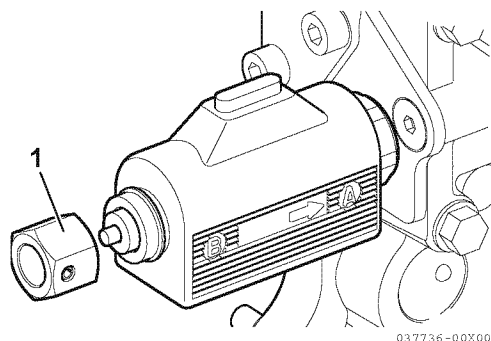

Figura 9
2. Girare il dado di emergenza (1, **Figura 9**) e avvitarlo sulla valvola elettrica.